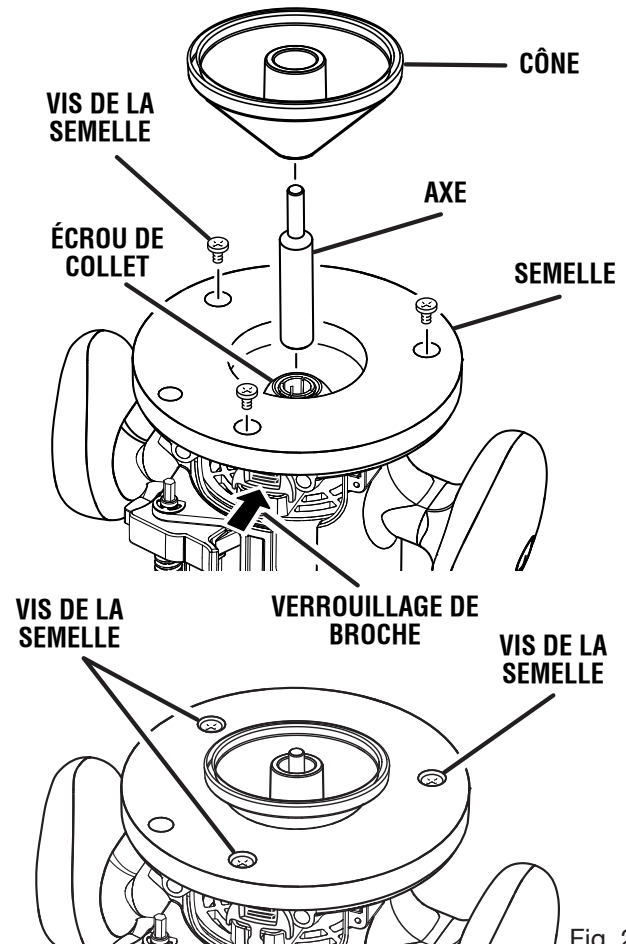

Fig. 23
Voir les figures 23.
Pour l'installation de la toupie sur une table, retirer la sous-base et utiliser les vis de montage sur table fournies avec la toupie. Utiliser ces vis pour remplacer celles de la semelle, illustrées à la figure 23.
Voir la figure 23.
- Positionner le cône et l'axe et enfoncez ce dernier légèrement jusqu'à ce qu'il se bloque, comme illustré à la figure 23. Cela centre la semelle.